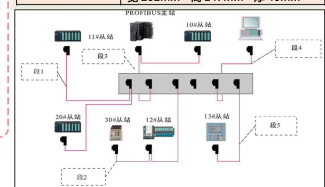

图 7：PB-HUB 可用来改变 PROFIBUS 总线型拓扑结构，实现树形及混合型网络
- （2）改变 PROFIBUS 网络拓扑结构：**PB-HUB 可用来改变 PROFIBUS 总线型拓扑结构，实现树形及混合型网络。见图 7